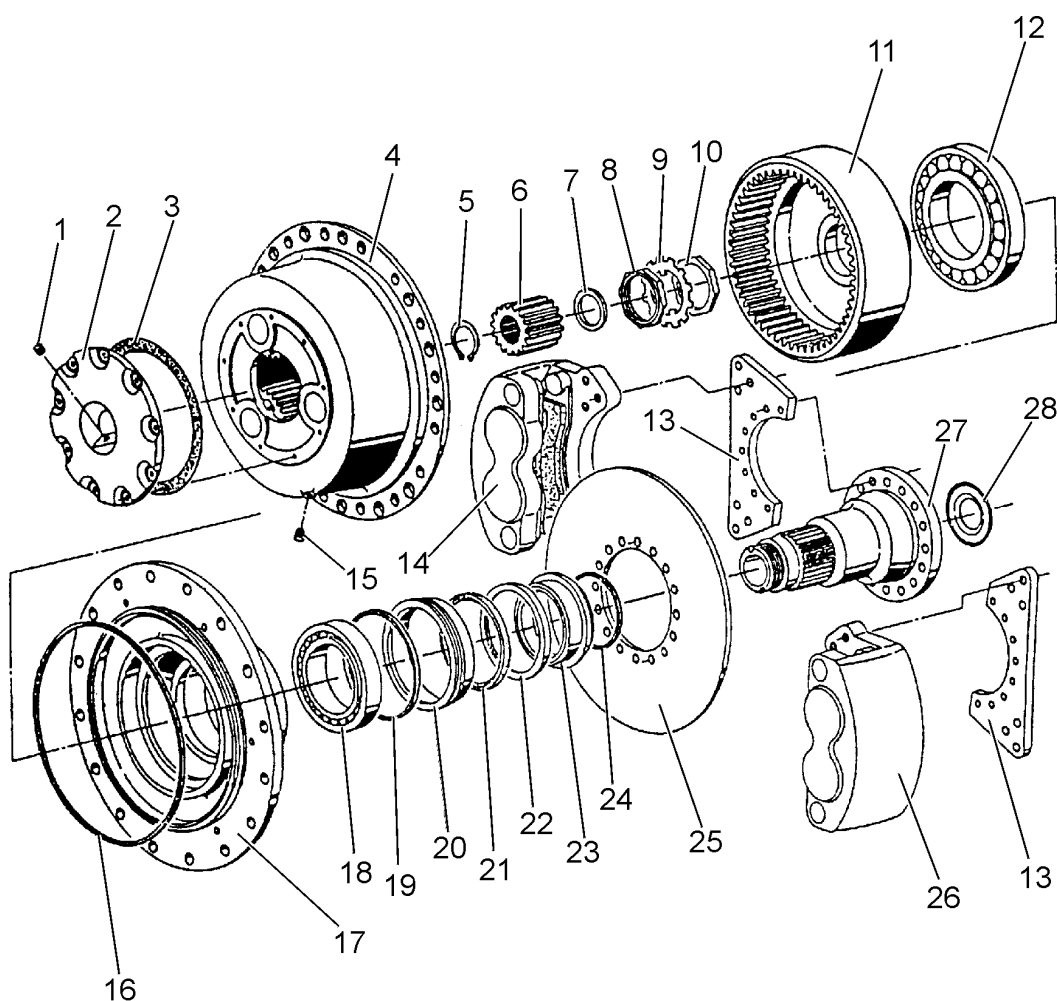

Рис. 7D.5. Планетарная передача переднего моста (разборка)
Планетарные передачи размещены на обоих концах балок каждого из ведущих мостов. Планетарные передачи встроены в ступицы колес с наружной стороны. Они являются как бы второй ступенью главной передачи и увеличивают крутящий момент в постоянном отношении. Основными деталями, составляющими планетарную передачу, являются: солнечная шестерня (6, Рис. 7D.5.), осажженная на полуоси моста, узел водила (4) с тремя сателлитами, вращающимися вместе со ступицей (17) на двух конических подшипниках, а также узел ступицы эпициклической шестерни, посаженный на цапфу (27) балки моста.
В планетарной передаче крутящий момент передается с полуоси на солнечную шестерню (3, Рис. 7D.7.). С зубьями солнечной шестерни зацеплены зубья трех сателлитов (4), которые обкатываются по неподвижно установленной эпициклической шестерни (2) с внутренним зацеплением зубьев.
Спецификация к Рис. 7D.5.: